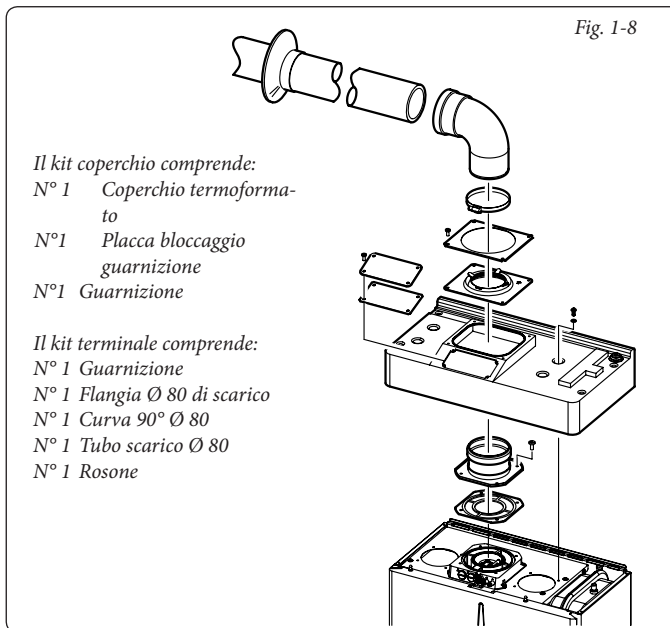

Fig. 1-8
- **Montaggio kit copertura (Fig. 1-8).** Smontare dai fori laterali rispetto a quello centrale i due tappi e le guarnizioni presenti.